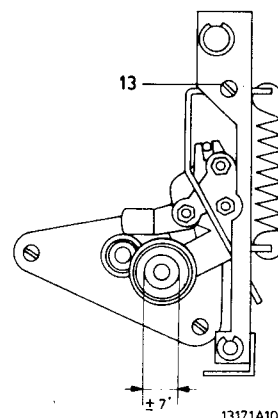

Fig. III-19
- Kontrollieren, ob die Andruckrolle in Ost/West-Richtung horizontal eingestellt ist. Die Luftblase der Libelle soll sich in Ost/West-Richtung innerhalb des äusseren Einstellringes befinden (siehe Abb. III-19).